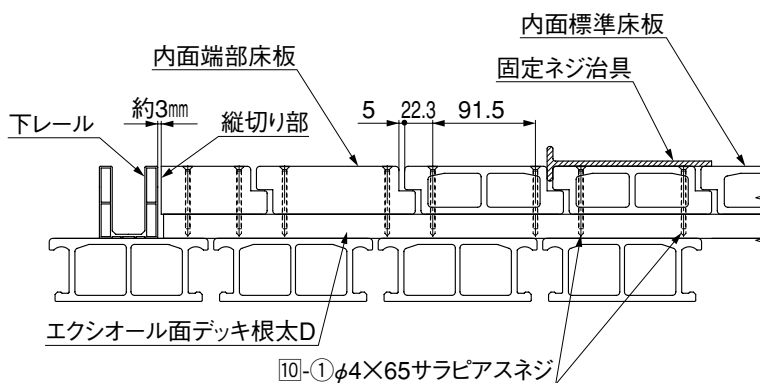

図4-5 内面端部床板
- 内面端部床板のネジ固定範囲は、ラップ形状の内側であればどこでも固定可能です。（図4-5参照）
①施工後、表面に付いたすりキズは図の研磨方向に補修用研磨紙で仕上げてください。